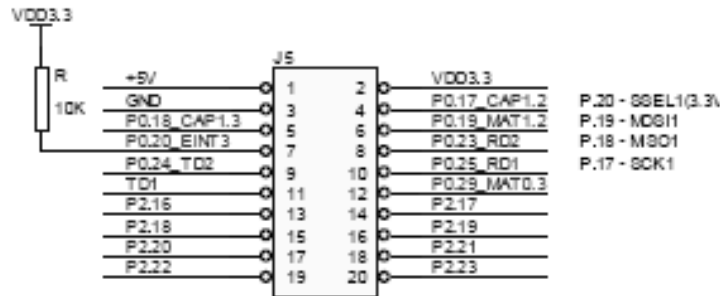

图2.2 SmartARM2210 连接器J5
(1) 见图2.2，SmartARM2210 提供了一个GPIO 的连接，SPI1 的信号可以从J5 引出至子板上。注意P.20(SSLE1) 必须上拉至高电平（3.3V），否则SPI1 不能工作。